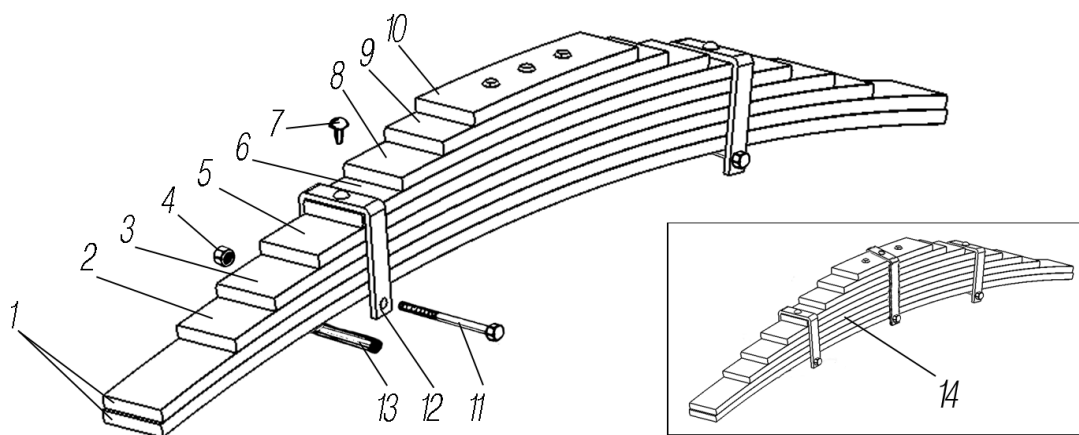

Рисунок 3.8
See figure 3.8
*1 См. рисунок 3.8